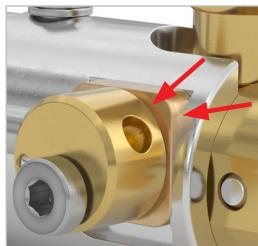

Figure 13
- ▶ Appliquer une fine couche de lubrifiant WEH® entre les excentriques (flèche rouge, *Figure 13* et *Figure 14*).